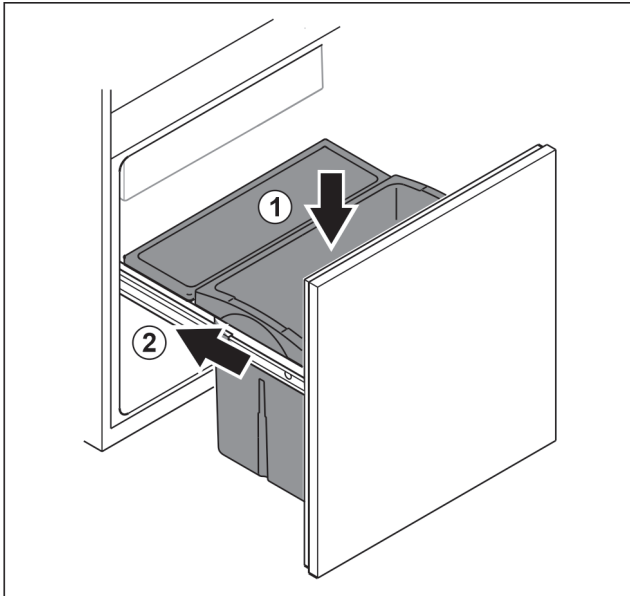

Fig. 161
- Vendosni në vend sirtarin nga lart. Fig. 161 (1)
- Shtyni brenda koshin me tërheqje. Fig. 161 (2)